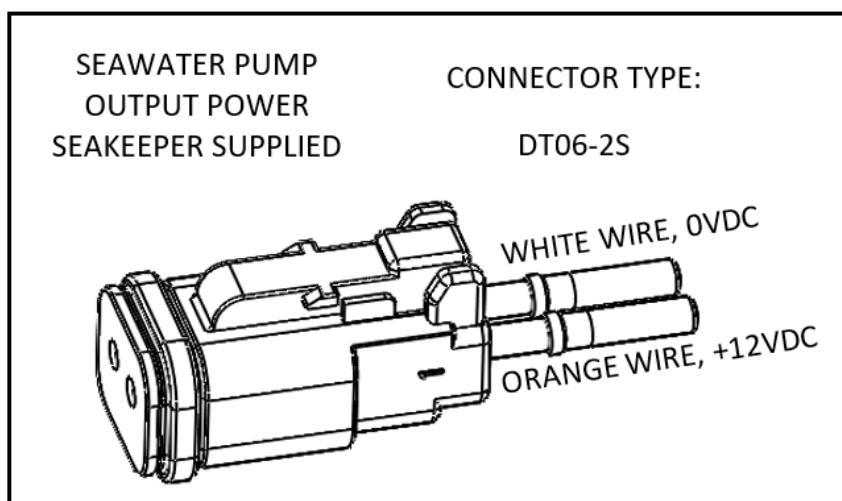

图 7 - 电缆 5（海水泵直流输出电源的电缆端）
- ii. 泵件的额定电压为 12 VDC，最大电流为 3 A，并由客户提供。这些泵件必须配置 Deutsch DT 系列的 2 针插座，以与图 7 中所示的连接器配合使用。
- iii. 电缆 5 必须在船只内布线 and 安装，并从 Seakeeper（插孔端）出发，到达直流海水泵（插头端）处。（请参阅图 7。）
- iv. 按照图 7，将电缆 5 中的 12VDC 导线，连接至最大电流为 3 A 的海水泵（约 36W）上。